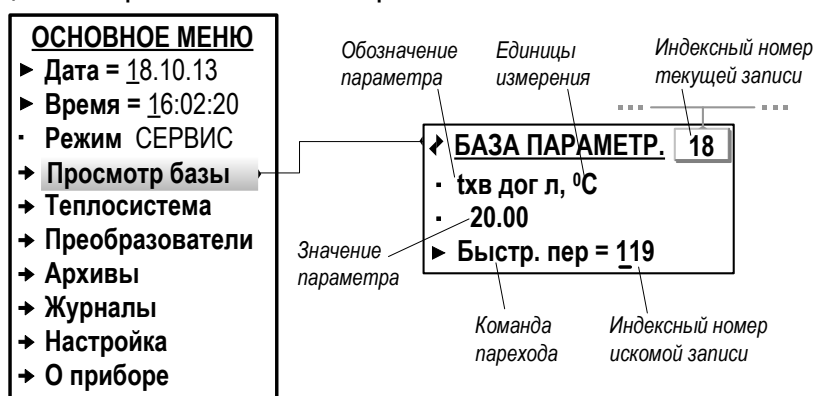

Рис.46. Вид окна индикации базы параметров (режим СЕРВИС).
- 7.9.4.1. Значения параметров, вводимых в ТВ при настройке (либо устанавливаемых автоматически), фиксируются в базе, одно из окон индикации которой показано на рис.46.